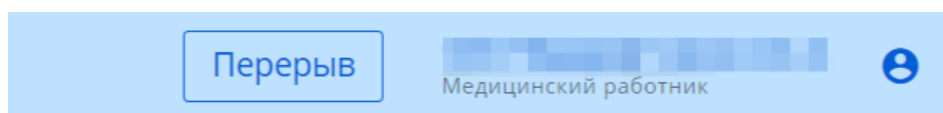

Рисунок 11
- 1) нажать кнопку «Перерыв» (см. рисунок 11) и провести последний осмотр, если система предложит;